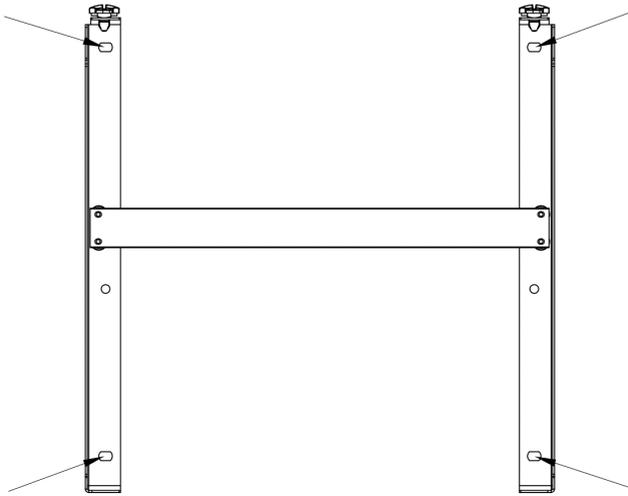

Fig. 2
- Prenez le support en H à l'arrière du produit, appliquez le contre le mur et marquez les emplacements des 4 trous de fixation comme sur la figure 2. Percez les trous dans le mur ($\varnothing 10$).